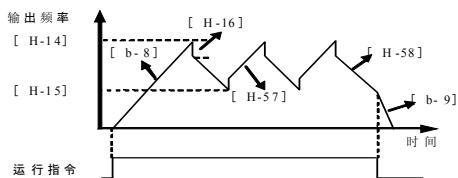

图 5-30 摆频运行（方式 4）
***4：摆频运行。**变频器以预先设定的加减速时间使设定频率周期性地变化。此功能尤其适用于纺织业等根据筒管的前后直径不同来让转速变化的系统。摆动运行如图 5-30 所示。